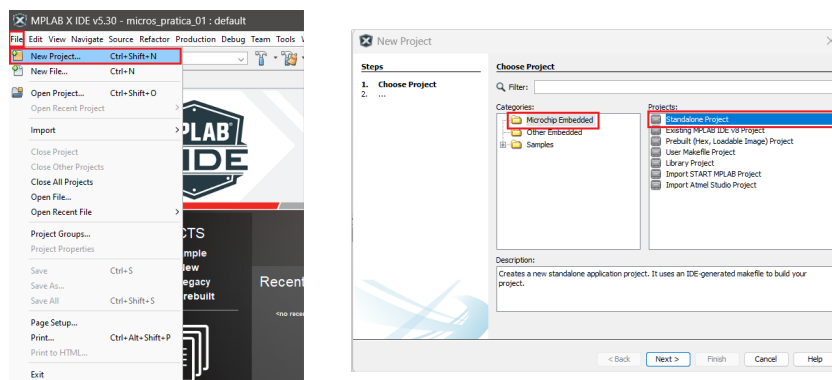

Figura 4.1: Criando um novo projeto no MPLAB X IDE.
- **Passo 1:** Inicialize o MPLABX e crie um novo projeto (File → New Project). Em seguida, em **Categories**, escolha **Microchip Embedded** e em **Projects** → **Standalone Project**, conforme ilustrado na Figura 4.1.